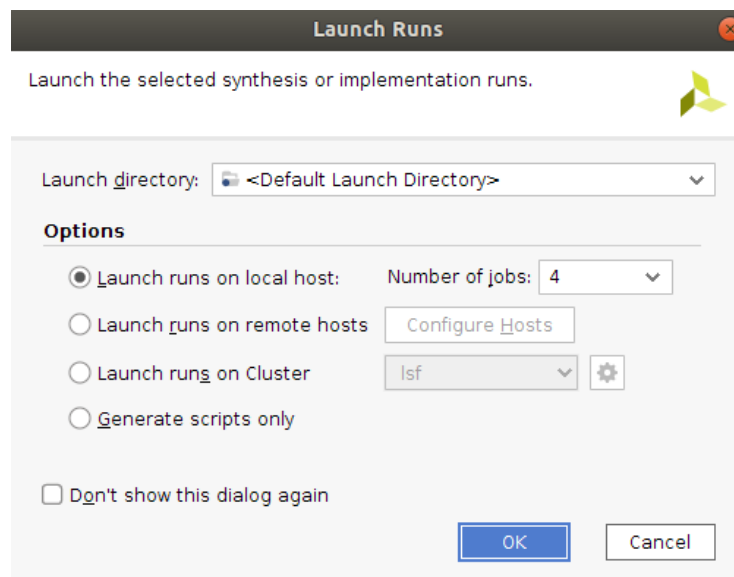

図75 : 実行を起動
**Launch Runs**ウィンドウが画面にポップアップ表示されます（図75を参照）。OKをクリックします。